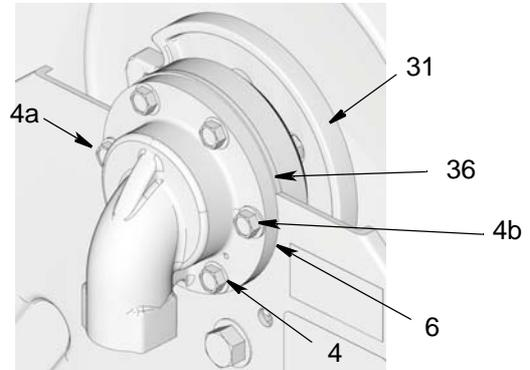

FIG. 21
4. SOLO modelos de presión media: Alinee el suplemento (36) entre la entrada (6) y el retén del cojinete (35) (FIG. 21).
5. Instale primero los 2 pernos superiores (4a y 4b) como se muestra en FIG. 21 por el bastidor y la entrada (6). Apriete los pernos lo suficiente para sostener todo en su lugar.
6. Luego instale los cuatro pernos restante (4). Ajuste con la mano y luego apriete todos los pernos a 25 a 35 ft. lbs (33,9 a 47,45 N•m).